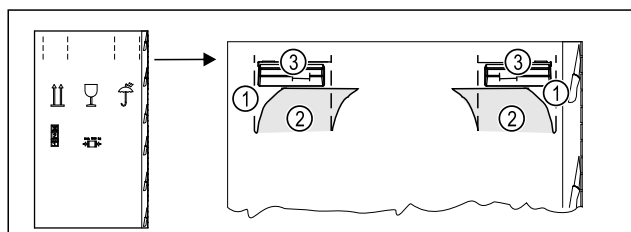

Fig. 5
- ▶ Apăsați în interior cartonul de ambalare sus la perforație Fig. 5 (1).
- ▶ Extrageți lamelele apăstate în interior Fig. 5 (2).
- ▶ Mănerul de transport Fig. 5 (3) dreapta și stânga este vizibil.
- ▶ Țineți aparatul de mânerul de transport Fig. 5 (3).